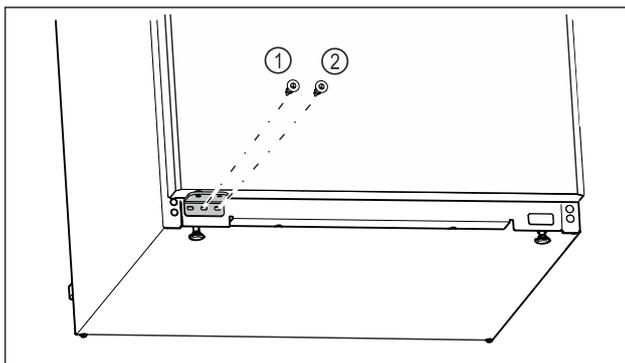

Fig. 17
- ▶ Mittlere Schraube des Lagerbocks Fig. 17 (1) mit Schraubendreher Torx 20 festschrauben.
- ▶ Innere Schraube des Lagerbocks Fig. 17 (2) mit Schraubendreher Torx 20 festschrauben.